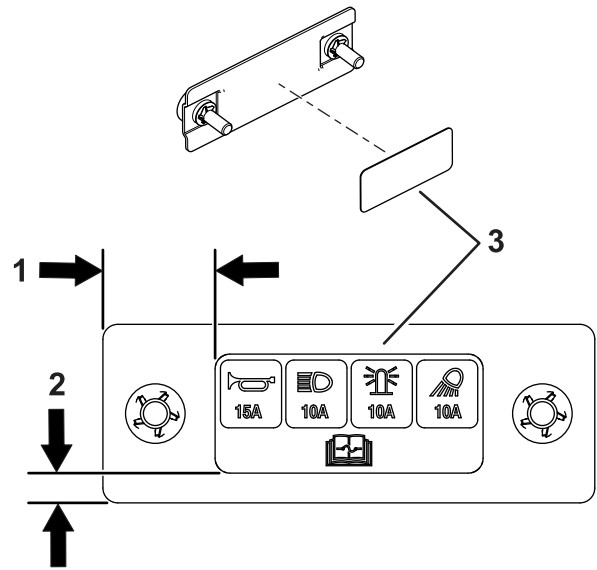

Figura 11
12. Aplicai autocolantul pe capacul siguranței așa cum se arată în **Figura 11**.